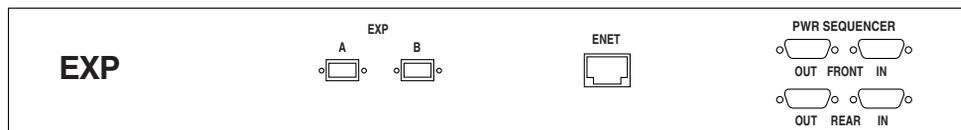
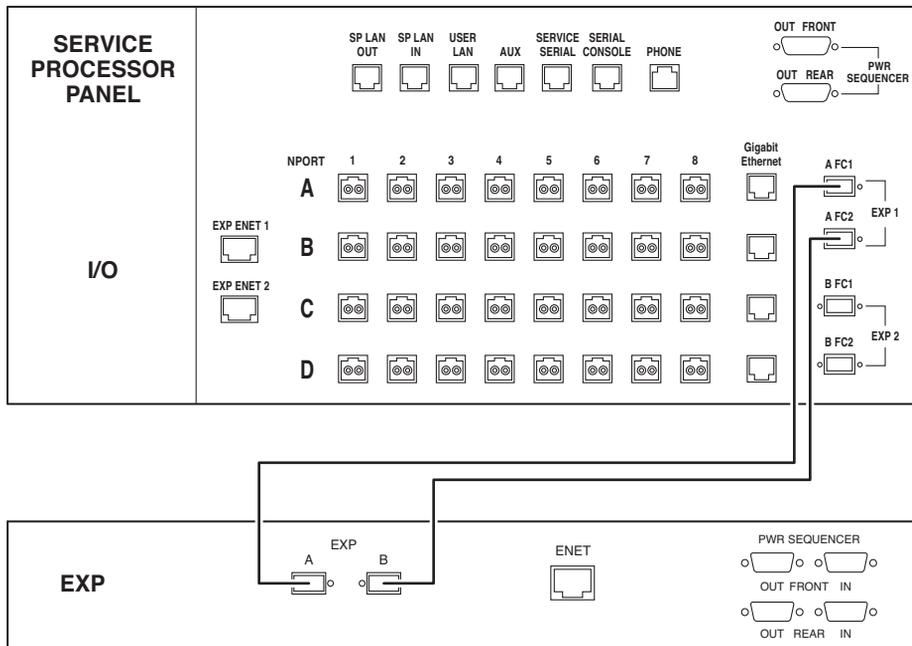

図 2-8 拡張キャビネットのサービスパネル
図 2-9 FC ケーブルによるベースキャビネットと拡張キャビネット 1 のサービスパネルの接続
ベースキャビネットのサービスパネルには、拡張キャビネットを接続するための 2 セットのファイバチャネル (FC) ポート (EXP 1 と EXP 2) があります (図 2-8 参照)。拡張キャビネットのサービスパネルには、冗長 FC ポートがあります (図 2-9 参照)。
冗長ファイバチャネル (FC) ケーブル (パーツ番号 : 537-1060-01) を次のように接続します (図 2-9 参照)。